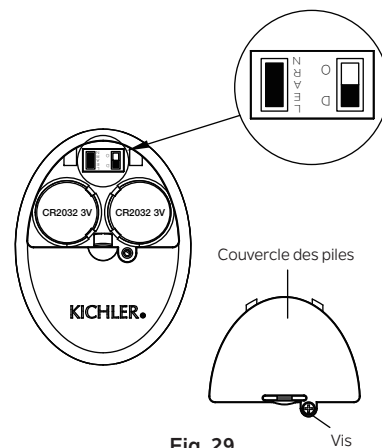

Fig. 29
Sinon, la télécommande ne fonctionnera pas. Pour effectuer ce processus manuellement, suivez les étapes ci-dessous : Après l'installation et le câblage de l'unité, rétablissez l'alimentation de votre ventilateur, appuyez sur la touche LEARN et maintenez-la enfoncée pendant 1 à 3 secondes, le ventilateur se mettra en marche à vitesse moyenne et la lumière (si installée) s'allumera. Cela confirme que le processus d'apprentissage est terminé. Cette opération doit être effectuée dans les 30 secondes suivant la remise sous tension du ventilateur. (Fig. 29)
REMARQUE : Assurez-vous que l'interrupteur à glissière dans le compartiment à piles marqué « D O » est en position « D ». (Fig. 29)
Étape 4. Remettez le couvercle de la pile et serrez avec un tournevis. (Fig. 29)